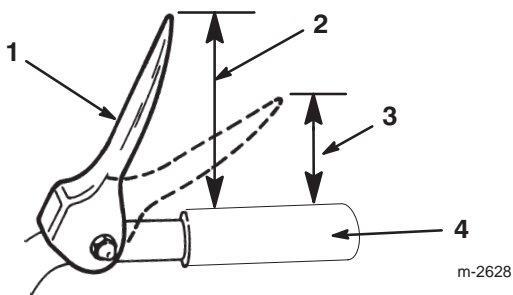

Figure 9
3. Réglez la position des deux contre-écrous à bride sur la tige de traction supérieure vers le haut ou vers le bas pour que l'extrémité de la manette de commande de traction soit à environ 12,7 cm du haut de la poignée (Fig. 9).
**Remarque :** Le réglage est correct si les roues cessent de tourner quand le bout de la manette de commande de traction est à une distance de 7,6 à 10,2 cm du haut de la poignée (Fig. 9).